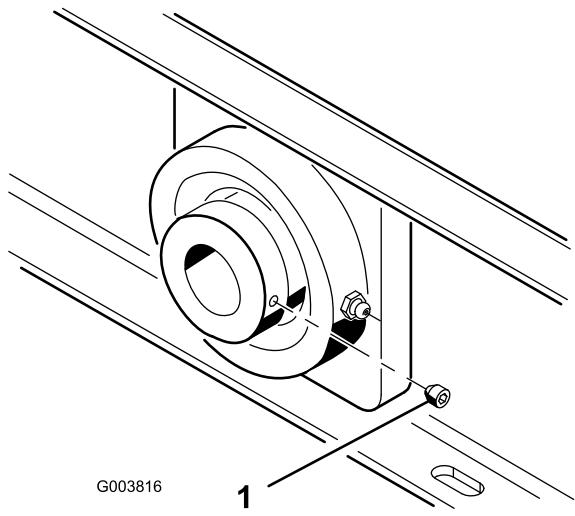

Figura 11
- Apriete los tornillos de fijación del cojinete del eje del ventilador (Figura 11) a 6,6–9,3 N·m.